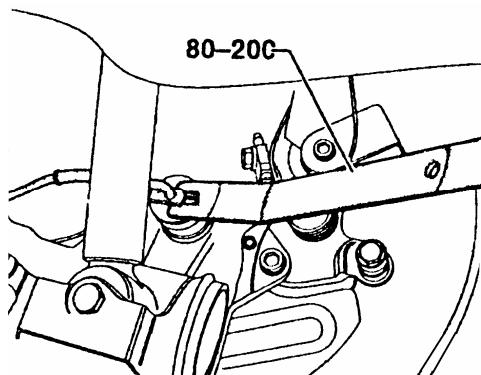

图 13-29 拆卸转速传感器
(4) 如图 13-29 所示, 用 80~200 从车轮轴承总成上撬出转速传感器。